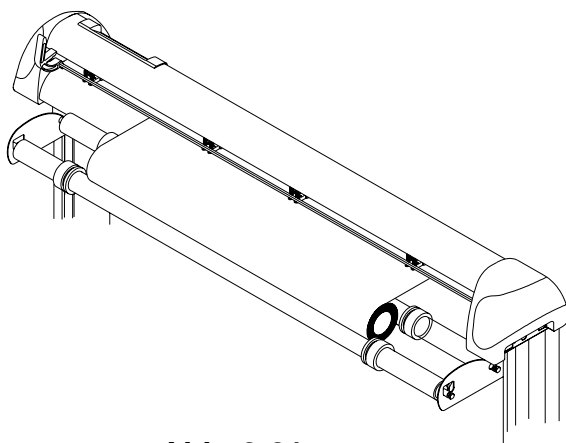

Abb. 2-21
4. Drehen Sie dann die Rollen nach unten, um eine gleichmäßige Spannung über das ganze Material zu erreichen (Abb. 2-21).